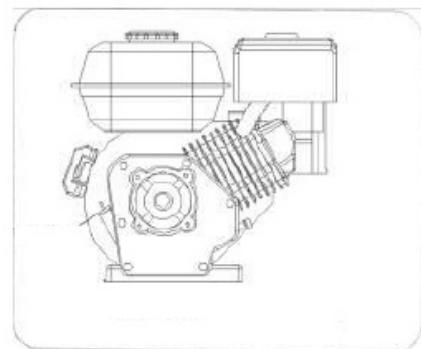

Figure 28
2. Dévissez le bouchon de remplissage d'huile du tube de remplissage d'huile et essuyez la jauge. Voir la figure 28.
1. Localisez le bouchon de vidange d'huile, voir Figure 28.
3. Nettoyer la zone autour du bouchon de vidange d'huile, voir Figure 28.